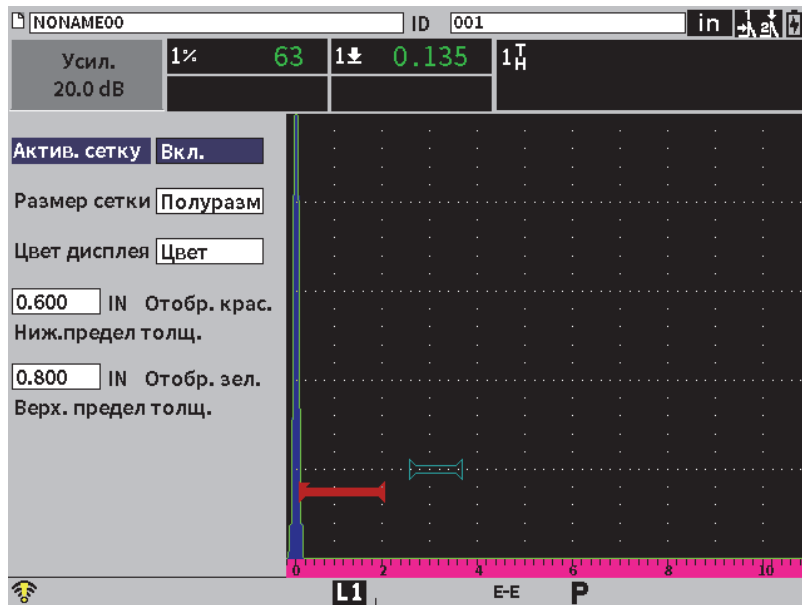

Рис. 9-25 Диалоговое окно Сетка
4. Нажмите клавишу Enter, чтобы открыть диалоговое окно **Сетка** (см. Рис. 9-25 на стр 155).